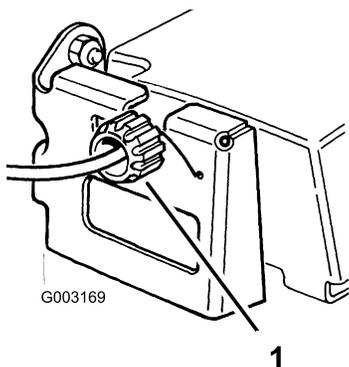

Figure 27
2. Tournez le bouton de commande de 1/2 tour dans le sens horaire si la tondeuse n'avance pas automatiquement. Si la tondeuse a tendance à avancer, tournez le bouton de 1/2 tour dans le sens anti-horaire pour détendre la courroie (Figure 27).